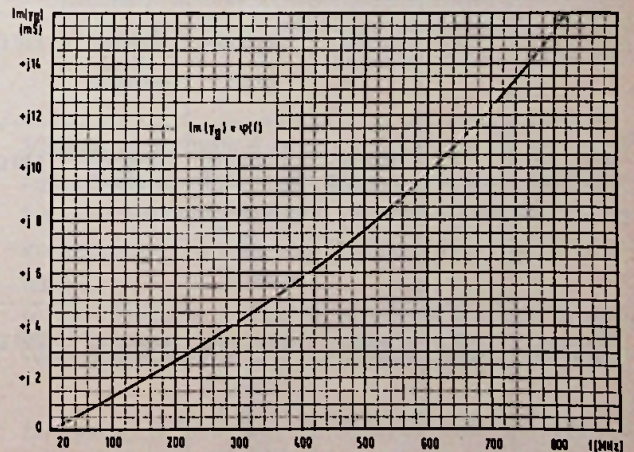

Fig. 10
Met behulp van de vierpooltheorie wordt het imaginaire deel van de uitgangsleding van de buis PC86 in rooster-basischakeling, rekening houdende met de geleidbaarheid (versterkingsfactor) tussen rooster en basis en met inachtnaam van de kathode-anodezelfinducties berekend (4) en grafisch uitgezet in fig. 10.
Uit fig. 10 lezen we nu voor  $l_m(Y_{II}) \varphi$  (f) en voor 470 MHz af dat  $l_m Y_{II} = 1,1 \text{ mS}$ , en bij 800 MHz,  $l_m Y_{II} = 15,4 \text{ mS}$ . Tezamen met bedradingscapaciteit  $C_S$  vinden we dan voor de uitgangsleding van de buis bij 470 MHz:  $Y_{II} 470 = +j 16 \text{ mS}$  en voor 800 MHz  $Y_{II} 800 = +j 30,45 \text{ mS}$ . De ingangsleding  $Y_E$  van de coaxiale kring moet dan bij resonantie zijn:  $Y_E 470 = -j 16 \text{ mS}$  en  $Y_E 800 = -j 40,45 \text{ mS}$ .